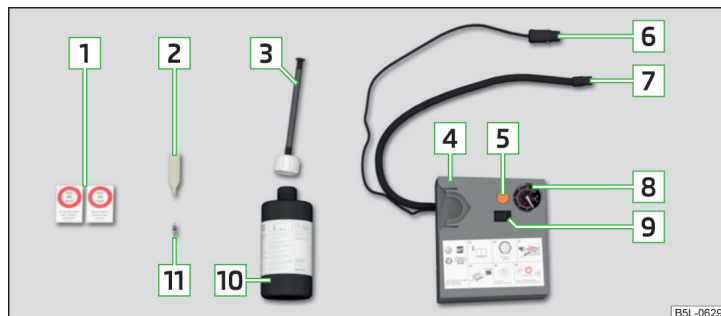

Abb. 137 Prinzipdarstellung: Bestandteile des Pannensets
### Bestandteile des Sets » Abb. 137
- Den entsprechenden Aufkleber **[1]** » Abb. 137 auf Seite 167 auf die Schalttafel im Sichtfeld des Fahrers kleben.
- Die Reifenfüllflasche **[10]** » Abb. 137 auf Seite 167 einige Male kräftig hin und her schütteln.
- Den Reifenfüllschlauch **[7]** » Abb. 137 auf Seite 167 des Luftkompressors fest auf das Reifenventil schrauben.